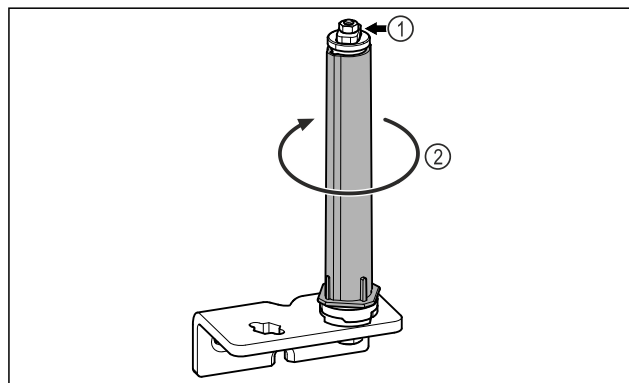

Fig. 23
- Türschließsystem Fig. 23 (1) nicht zerlegen.
- Schließsystem Fig. 23 (2) drehen, bis es klickt.